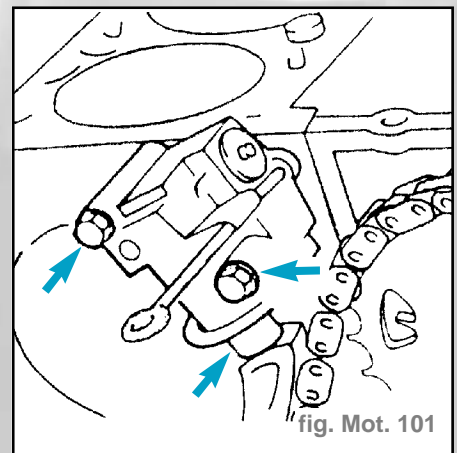

fig. Mot. 101
- Visser le tendeur de chaîne et enlever la tige de blocage inférieure (fig. Mot. 101).